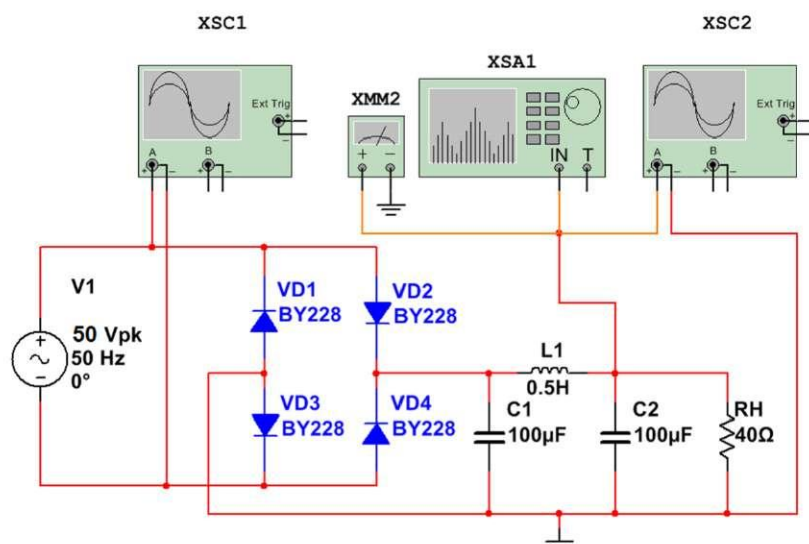

Рис. 1. Рабочая схема для изучения мостового выпрямителя LC фильтром  $\Pi$  типа.
1. Собрать схему для изучения мостового выпрямителя LC фильтром П-типа (рис. 1).